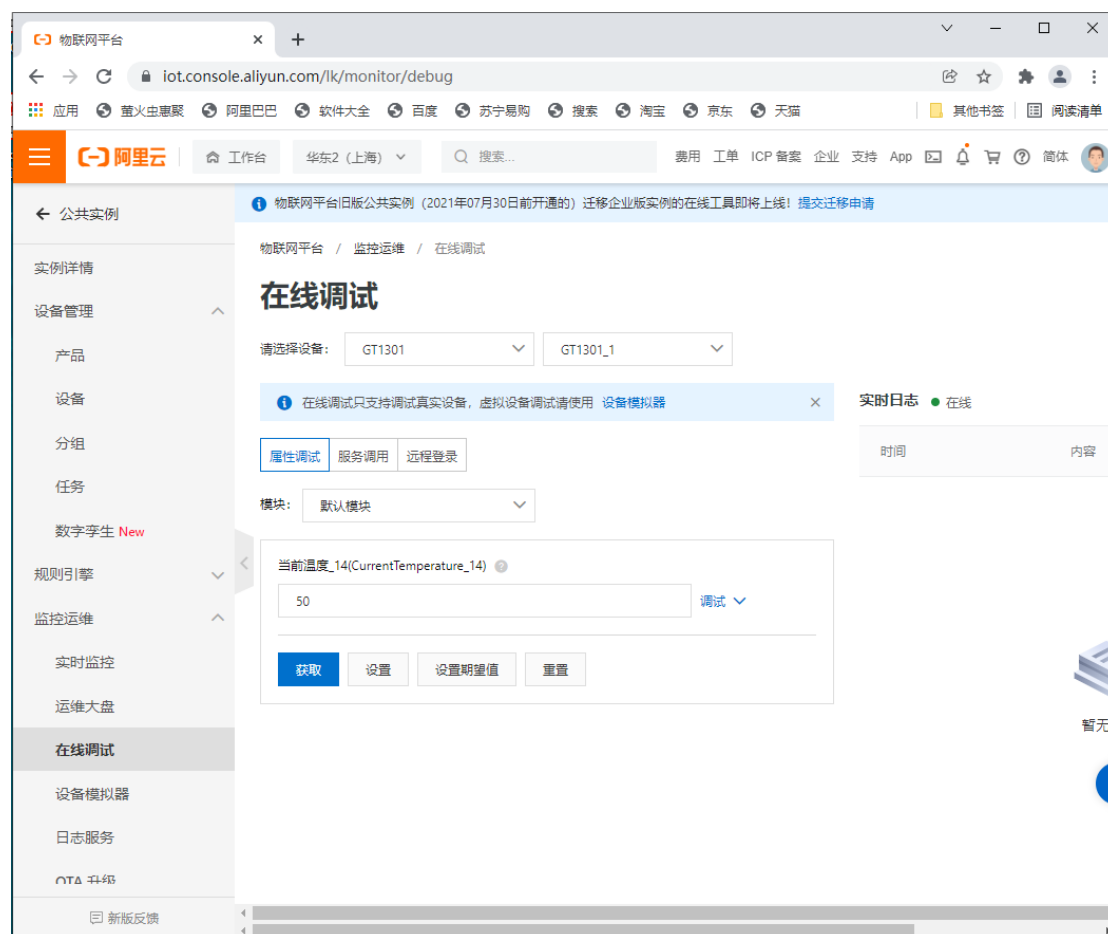

图 14-12 云端服务器在线调试参数设置
(3) 登录云端服务器找到自己的设备进行调试，如图 14-12 所示，向下发送温度参数 36 摄氏度。